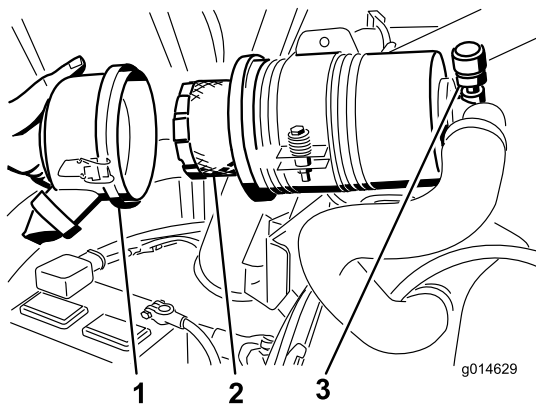

Bild 47
- Nehmen Sie den Filter heraus und wechseln Sie ihn aus (Bild 47).